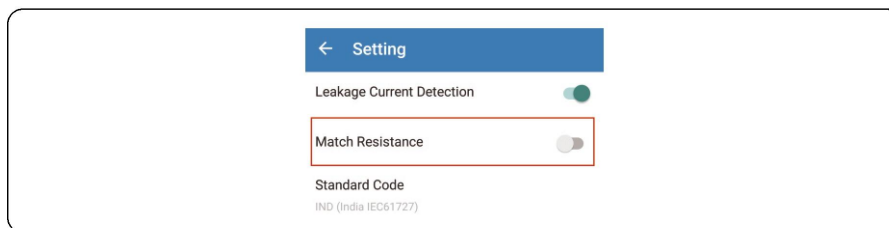

Imagen 5.20 Ajustar “Match resistances”.
Paso 4 Puede activar “Match resistance” al final de la cadena de conexión del multi-RS485, como se muestra en la imagen 5.20.